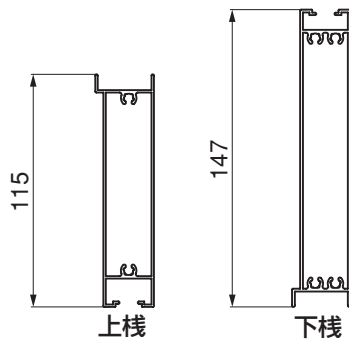

図2-2
- 上棧と下棧の形状は異なります。図2-2参照
- ② 孔隠しキャップ大を取付けてください。
- ③ 図のようにガラスにグレチャンを巻きつけた後、ガラスをはめ込んでください。